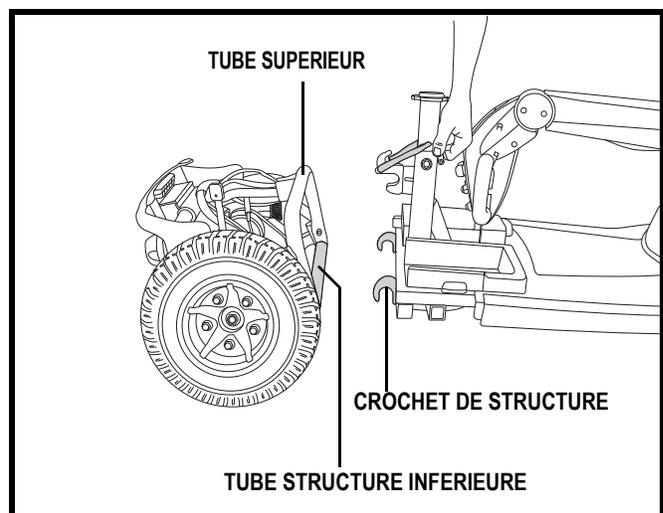

Figure 24. Séparation des sections
**NOTE:** Stabilisez la section arrière avec votre main libre en tenant le mât du siège. Voir la figure 24.
3. Séparez les deux sections. Voir la figure 24.
1. Positionnez les sections de votre scooter tel qu'illustré à la figure 24.
2. Soulevez la section avant à l'aide du levier de détente tout en alignant les crochets avec le tube de structure de la section arrière. Voir la figure 24.